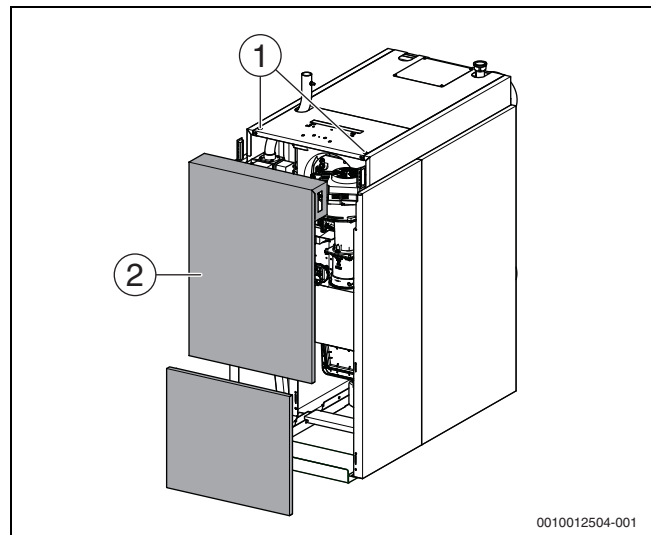

Bild 31 Vorderwand abnehmen
- ▶ Entriegelungsschrauben (→ Bild 31, [1]) auf der Oberseite des Heizkessels mit geeignetem Werkzeug gegen den Uhrzeigersinn drehen und obere Kesselvorderwand entriegeln.
- ▶ Kesselvorderwand (→ Bild 31, [2]) nach vorne neigen und nach oben aus der unteren Führung heben.